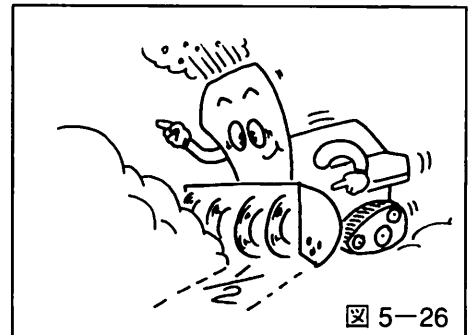

図 5-26
- オーガ巾の約1/2程度の除雪巾で除雪してください。楽に除雪できるばかりでなく、機械に能力以上の負担をかけないで、機械を傷めることもありません。(図5-26参照)